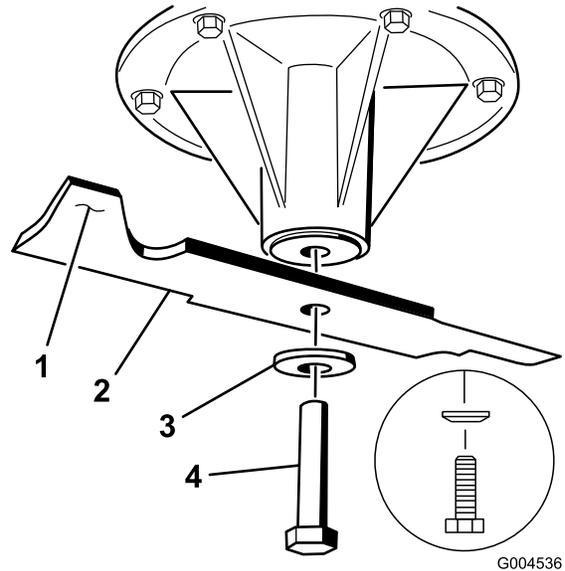

Figure 96
2. Enlevez de l'axe, le boulon, la rondelle bombée et la lame (Figure 96).
3. Si la lame est déséquilibrée, limez un peu l'extrémité de la partie relevée seulement (Figure 96).